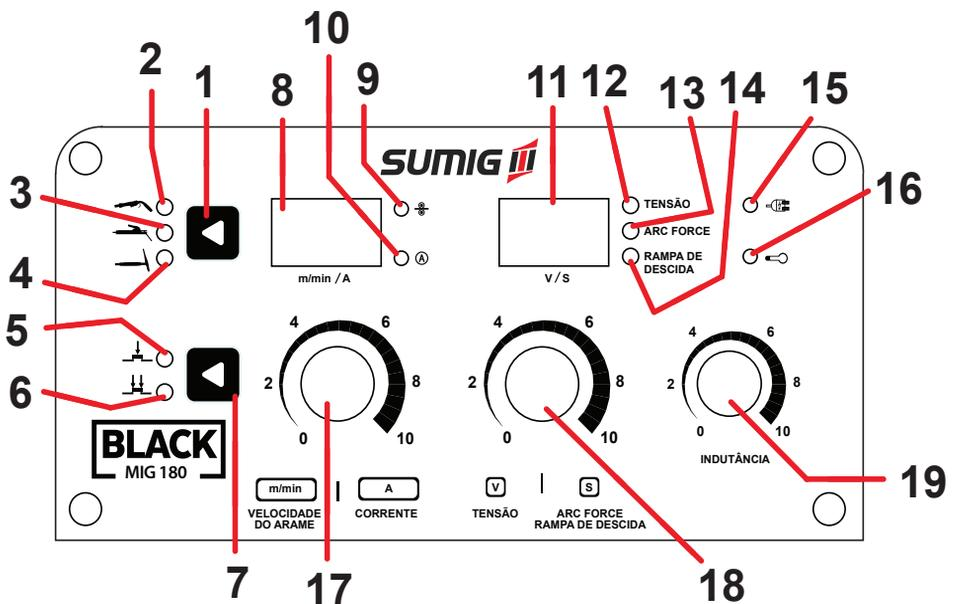

Figura 3
3.2 PAINEL DE CONTROLE (FIGURA 3)